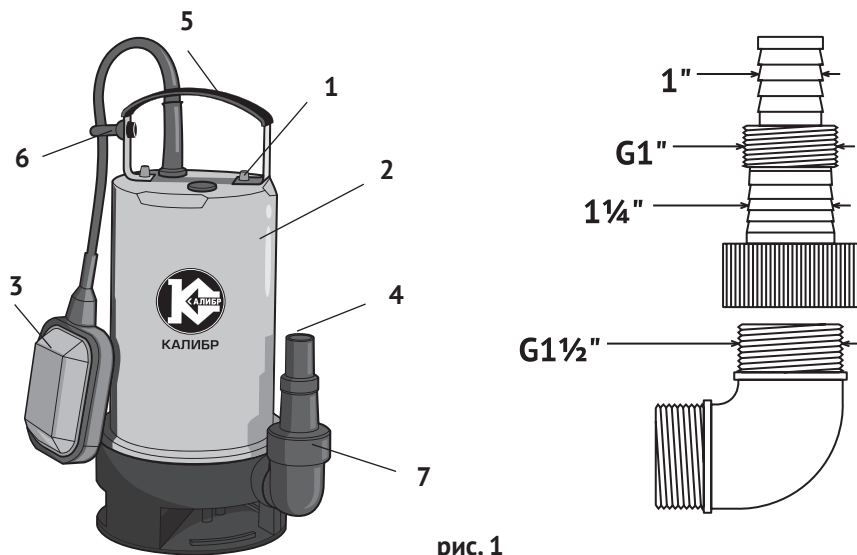

рис. 1
2.4 Общий вид насоса представлен на рис.1
2.5 Двигатель и насос расположены в нержавеющей корпусе (рис.1 поз.2). Насос приводится в действие асинхронным двигателем переменного тока. Подключение насоса к сети осуществляется кабелем питания (рис.1 поз.1) со штепсельной вилкой с заземляющим контактом. Насос начинает работу при подключении к сети питания.
4.5 Привяжите верёвку (трос) к ручке (рис.1 поз.5) насоса. Кабель питания (рис.1 поз.1) можно закрепить на этой верёвке.